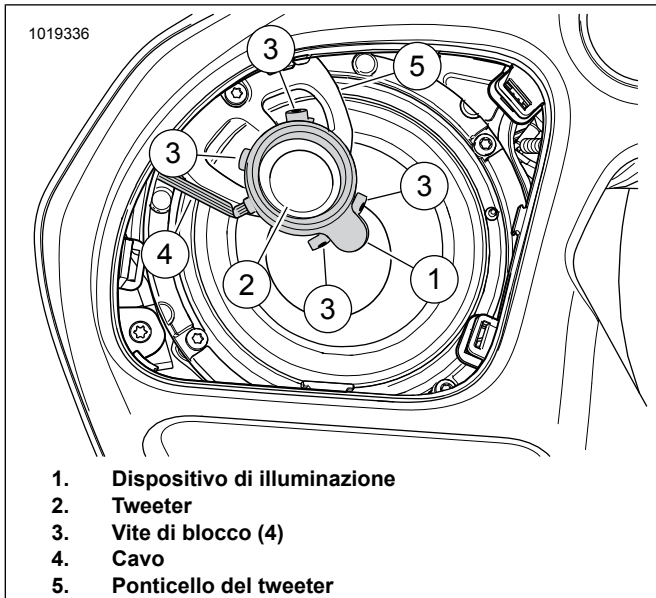

Figura 6. Altoparlante della carenatura di sinistra FLTR
Vedere la figura 6. Collocare il dispositivo di illuminazione (1) sul tweeter (2) come mostrato. Premere leggermente il dispositivo di illuminazione per posizionarlo.